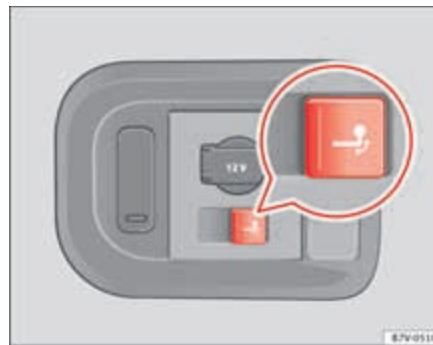

Abb. 153 Rechts im Gepäckraum: Taste zum elektrischen Schwenken des Kugelkopfs.
- Taste ⇒ Abb. 153 kurz ziehen. Der Kugelkopf wird elektrisch entriegelt und schwenkt selbstständig heraus, die Kontrollleuchte in der Taste blinkt.
- Taste ⇒ Seite 240, Abb. 153 kurz ziehen. Der Kugelkopf wird elektrisch entriegelt, die Kontrollleuchte in der Taste blinkt.